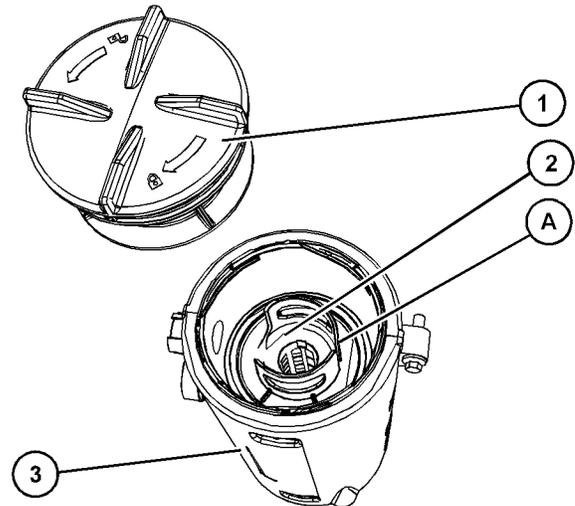

Abbildung 85
**Anmerkung:** Die Aussparung im Bereich (5) im Deckel ermöglicht den Zugriff auf den Dichtring.
4. Die alte Dichtung (4) entfernen und neue Dichtung einsetzen.
5. Neues Filterelement in das Entlüftergehäuse (3) installieren und das Filterelement auf die Position (A) ausrichten. Siehe Abbildung 85. Die Position (A) am Filterelement an Position (B) am Deckel ausrichten.